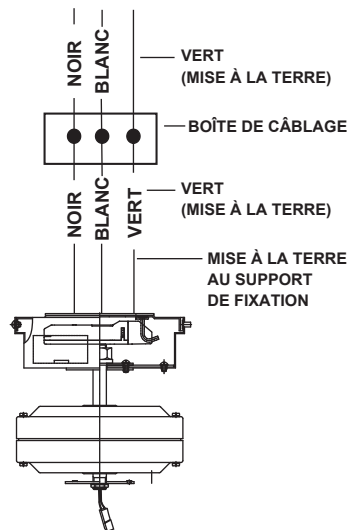

Figure 7
**Étape 1.** (Fig. 7) Du récepteur aux branchements électriques des fils de l'alimentation de la maison : Branchez le fil noir (chaud) du plafond au fil noir du récepteur marqué « AN in L ». Branchez le fil blanc (neutre) du plafond au fil blanc du récepteur marqué « AN in N ». Consolidez les branchements à l'aide des capuchons de connexion en plastique fournis. Secure the wire connections with the plastic wire nuts provided.